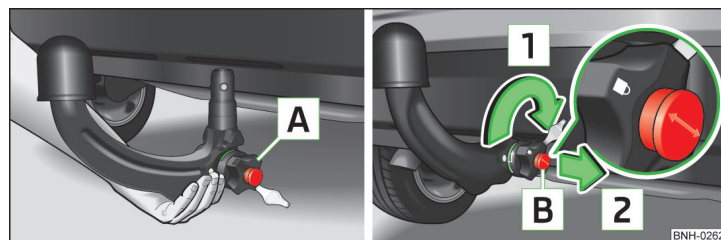

Fig. 103 Introducerea tijei cuplei / încuierea și scoaterea cheii
- > Prindeți tija cuplei de jos » fig. 103 și introduceți-o în locașul de fixare până când se fixează cu zgomot » .